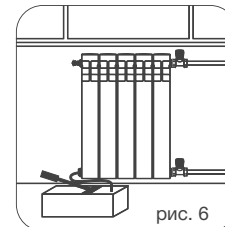

рис. 6
8.5. По завершению монтажных работ выполнить испытания систем отопления в соответствии с требованиями СП 73.13330.2016 «Внутренние санитарно-технические системы зданий». Гидростатическое испытание водяных систем и приборов отопления должно проводиться под давлением, в 1,5 раза превышающем рабочее давление (пример рис. 6). По факту проведения испытаний составляется акт ввода системы и приборов в эксплуатацию в установленной форме.